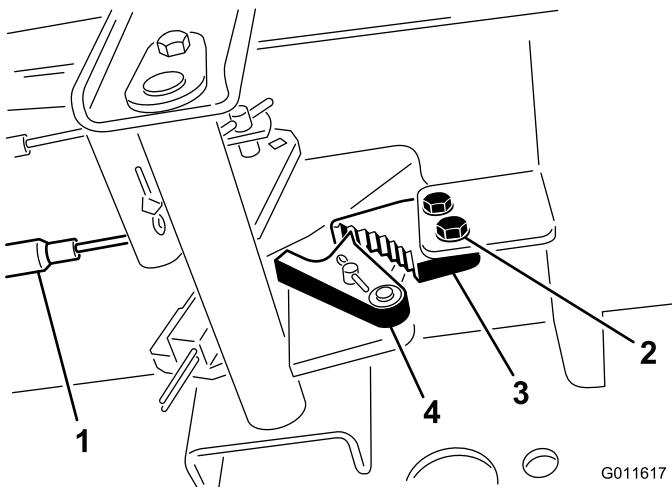

图70
2. 向前踩驻车刹车踏板，直到刹车卡槽完全接合刹车闸（图70）。
1. 松开将驻车刹车闸固定到机架的 2 个螺钉（图70）。